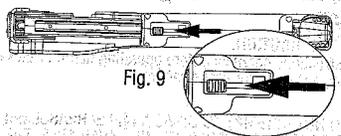

Fig. 9
• Mientras que el botón de cambio de hoja está oprimido, continúe deslizando el botón de extensión de hoja hacia adelante hasta el fin de la ranura. Fig.9